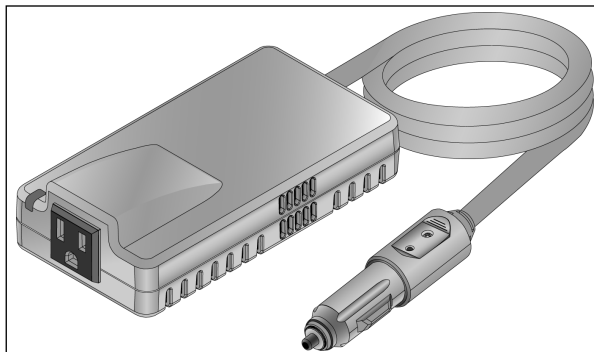

Figura 1. Inversor de energía de CC a CA de APC
- Enchufe el adaptador para encendedor de 12 V (Figura 1) del inversor de energía de CC a CA de APC a una fuente de alimentación: